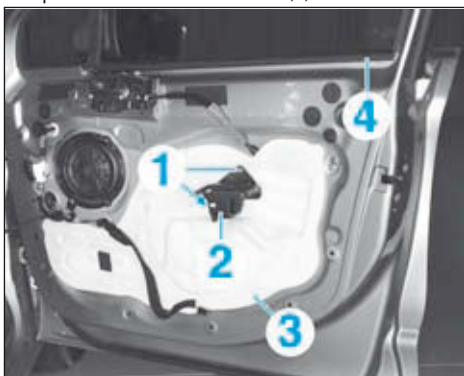

FIG.71
- Percer les rivets (1) (Fig.71).
- Déposer le support (2).
- Décoller le film de protection de porte (3).
- Déposer le lève-vitre intérieur (4).